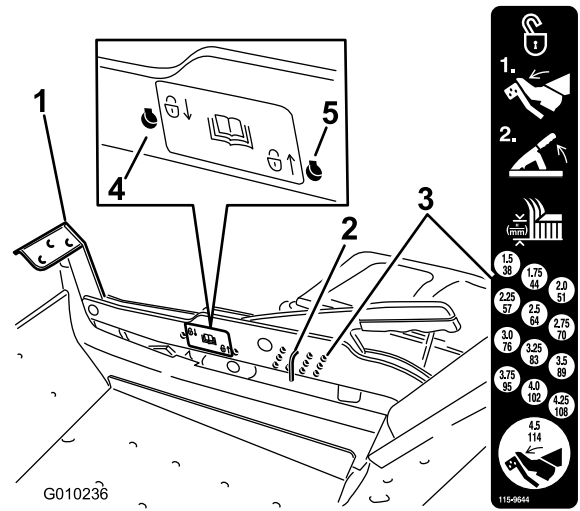

Figura 27
1. Pise el pedal de elevación de la carcasa y eleve la carcasa a la posición de transporte (que es también la posición de altura de corte de 114 mm (Figura 27).
2. Para ajustar la altura de corte, retire el pasador del soporte de altura de corte (Figura 27).
3. Seleccione el taladro del sistema de altura de corte que corresponde a la altura de corte deseada, e inserte el pasador (Figura 27).
2. Retire el pasador del soporte de altura de corte (Figura 27).
3. Seleccione el taladro inferior en la pegatina de bloqueo e inserte el pasador (Figura 27).
4. Seleccione el taladro superior en la pegatina de bloqueo e inserte el pasador (Figura 27).